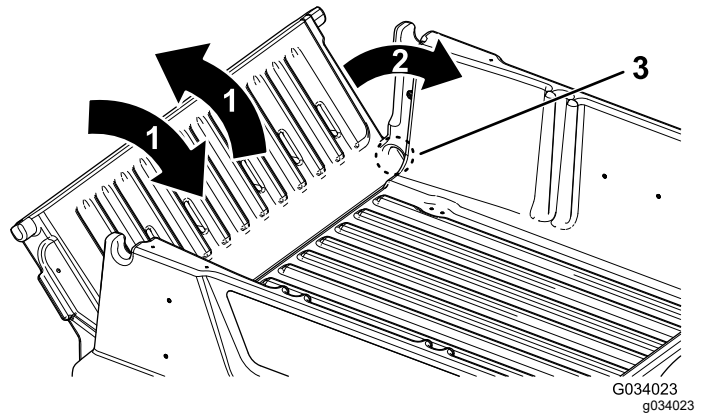

Figura 24
2. Gire el portón trasero a un ángulo de 45° aproximadamente (Figura 24).
3. Mueva el portón trasero varias veces hacia adelante y hacia atrás con breves sacudidas (Figura 24).